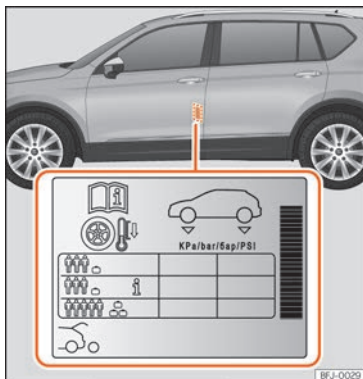

Fig. 253 Localização do autocolante da pressão de ar dos pneus.
- Adapte a pressão dos pneus à carga transportada pelo veículo »» **Fig. 253**.
Os valores da pressão de enchimento indicam-se na etiqueta autocolante situada na zona posterior da moldura da porta dianteira esquerda »» **Fig. 253**.
Dependendo do veículo, pode adaptar-se a pressão de ar dos pneus para meia carga para aumentar o conforto de condução [pressão de ar dos pneus **i** »» **Fig. 253**]. Quando se circula com a pressão de ar de conforto, o consumo de combustível pode aumentar ligeiramente.
A pressão dos pneus tem de ser ajustada à carga momentânea do veículo. Se pretender utilizar o veículo com a carga máxima, terá de aumentar a pressão dos pneus para o valor máximo indicado na etiqueta »» **Fig. 253**.
No caso de uma roda de emergência mais estreita (125/70 R18), encher a 4,2 bar de pressão segundo indicado na etiqueta de pressão dos pneus »» **Fig. 253**.
- O condutor é responsável por garantir que todos os pneus do veículo estejam cheios com a pressão correta. A pressão de ar recomendada está indicada num autocolante » Fig. 253.
- Com os pneus a frio, deve manter-se sempre a pressão indicada no autocolante » Fig. 253.